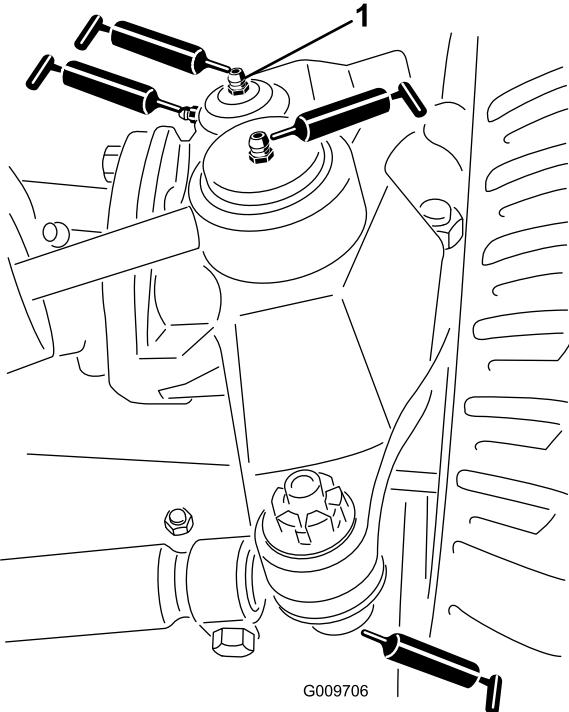

図 69
- ステアリングシリンダのボールジョイント 2ヶ所 図 69
- タイロッドのボールジョイント 2ヶ所 図 69
- キングpinのブッシュ2ヶ所 図 69。但しキングpin上部は1年に1回のみポンプ2回押しのみとする。